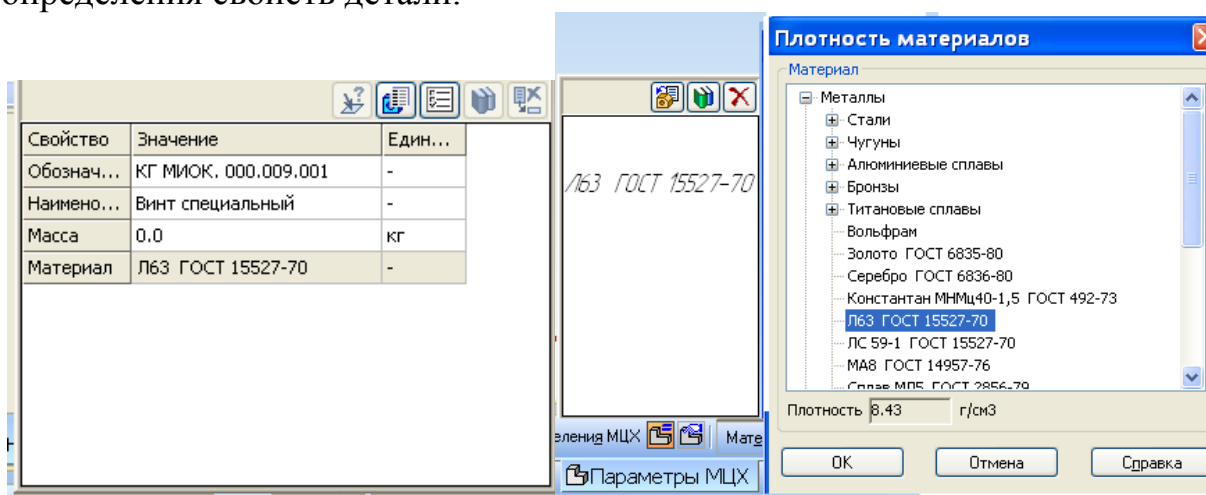

Рисунок 88.
2. Откройте файл детали **Винт**. В «Дереве модели» правой кнопкой мыши щелкните по иконке «Винт». Появится контекстное меню. Выберите в нем пункт «Список свойств». Появится панель «Свойства». Введите обозначение детали (рисунок 88) КГМИОК 000.009.001, наименование – «Винт». На панели свойств выберите  «МЦХ модели» - «Материал» - «Выбрать из списка материалов»  - латунь Л63 ГОСТ 15527-70. Нажмите «Пересчитать МЦХ». На экране автоматически появятся измерения массы, площади, объема и центр масс. Закройте диалог определения свойств детали.